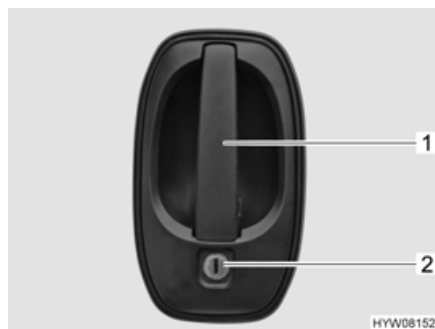

Bild 61 Dörrlås (förardörr/ingångsdörr på utsidan)
- Stick in nyckeln i låscylindern (Bild 61,2) och vrid den ända tills dörrlåset har låsts upp.
- Drag i dörrhandtaget (Bild 61,1). Dörren är öppen.
- Stick in nyckeln i låscylindern (Bild 61,2) och vrid den ända tills dörrlåset har låsts.